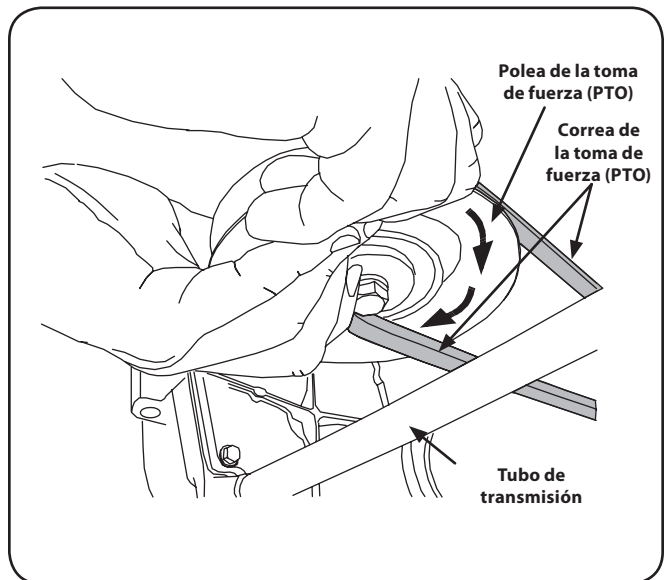

Figura 7-5
4. Mientras sostiene la correa hacia abajo, siga girando la polea de la PTO hasta que la correa se deslice fuera de la polea. Consulte la Figura 7-5.
12. Tire del lado derecho de la correa hacia atrás y coloque el lado V angosto de la correa en la polea de la PTO. Vea la Figura 7-5.
- Mientras sostiene la correa y la polea juntas, rote la polea hacia la izquierda (Vea la Figura 7-5). Siga sosteniendo y rotando la polea y la correa hasta que la correa se enrolle totalmente en la polea de la PTO.